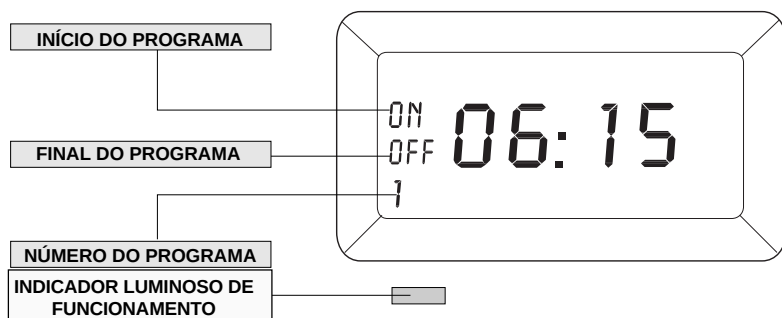

fig. 6
2. Pressione o botão P para ter acesso ao 1º programa de funcionamento. A escrita ON e o número do programa (1) aparecerão no mostrador (veja fig.6).
4. Para fixar a hora de final de programa, pressione o botão P de novo. As escritas OFF e 1 (fig.6) aparecerão no mostrador. Nestas alturas, programe a hora agindo nos botões h+ e min+.